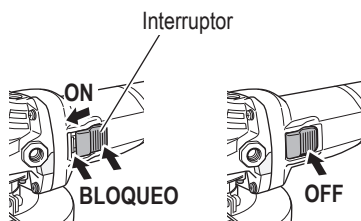

Fig. 16
2. Cambiar la acción <G3613DVE> (Fig. 16)
Apague la amoladora (Fig. 16)